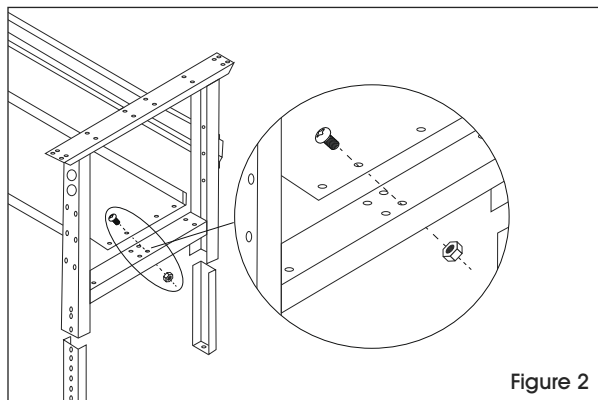

Figure 2
- Placez la tablette inférieure (4) en travers des entretoises de pieds. Fixez la tablette inférieure à l'aide de quatre boulons et écrous. Maintenant, fixez complètement le matériel utilisé lors de la troisième étape. (Voir Figure 2)
- Pour fixer le dessus de table (5) à l'ensemble du cadre, placez-le sur une surface lisse et non marquante, côté supérieur vers le bas.